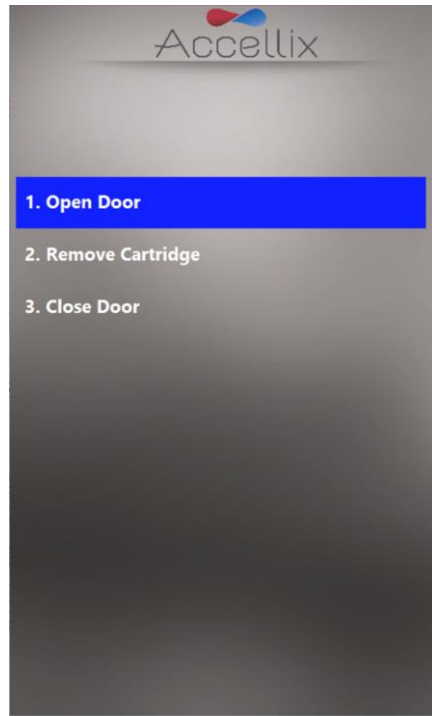

Abbildung 44: Der Bildschirm „Remove Cartridge“ (Kartusche entfernen) wird nach Abschluss des Tests angezeigt
14. Die Anweisungen auf dem Bildschirm (Abbildung 44) fordern den Benutzer auf, die Geräteklappe zu öffnen, die Kartusche zu entnehmen und schließlich die Geräteklappe wieder zu schließen.